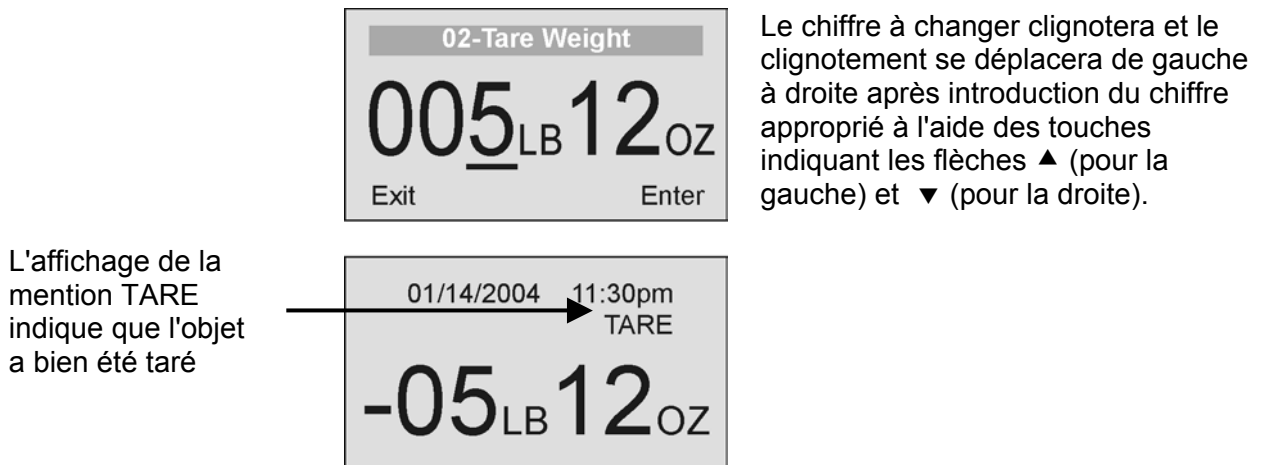

Figure 5. Poids de la tare
L'utilisateur peut régler le poids d'une tare grâce à la touche correspondante (TARE) - (9) tandis qu'un objet se trouve posé sur la plateforme de la balance. L'affichage se mettra à zéro et la mention TARE sera affichée pour indiquer qu'une valeur de tare est mémorisée (comme le montre la Figure 5 ci-dessus).